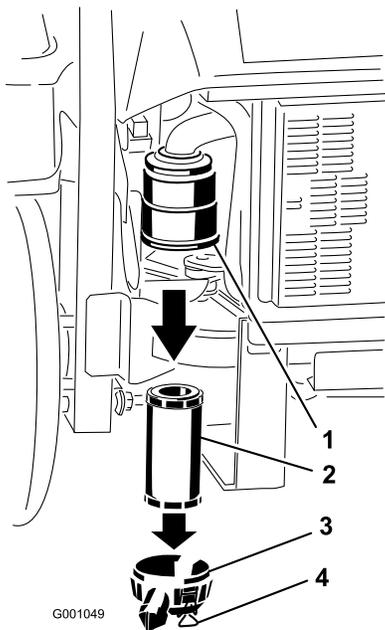

Figura 37
3. Rilasciate i dispositivi di fermo del filtro dell'aria, e togliete il coperchio dal corpo del filtro dell'aria (Figura 37).
5. Estraete con cautela il filtro dal corpo del filtro dell'aria (Figura 37). Non urtate il filtro contro il corpo.